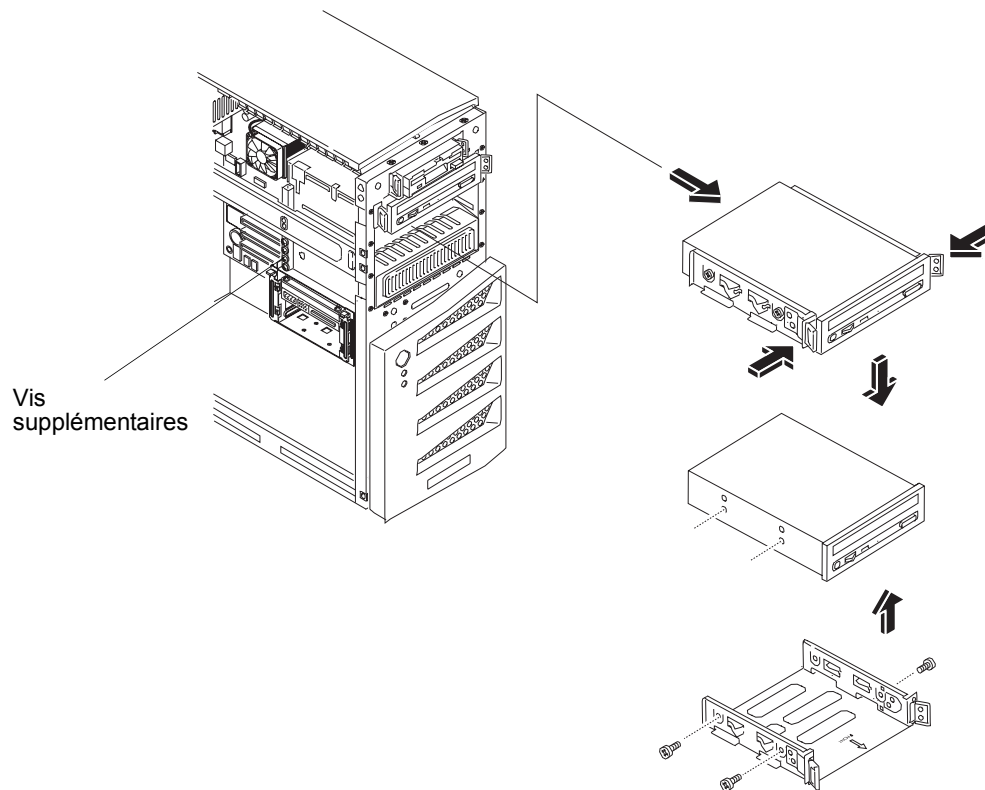

Figure 3-10. Installation d'un lecteur de CD-ROM ou DVD (en option)
5. Appuyez sur les deux loquets de verrouillage pour libérer le troisième berceau de montage, puis sortez-le. Voir la Figure 3-10.